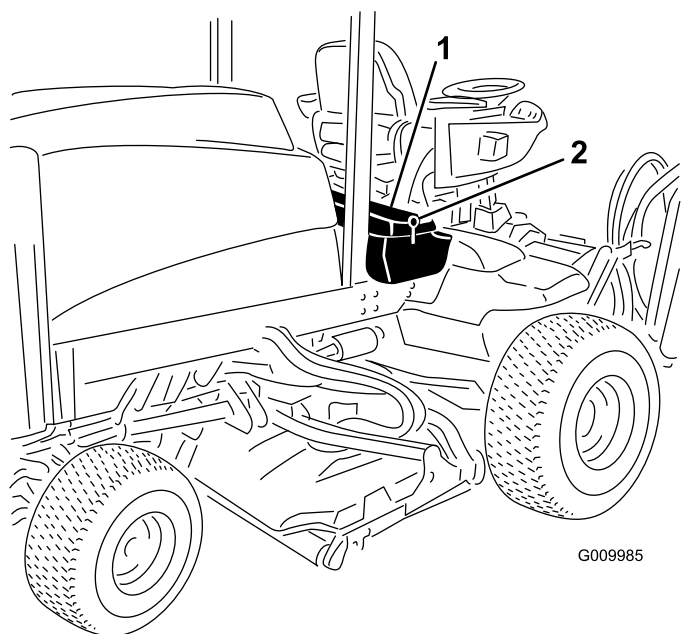
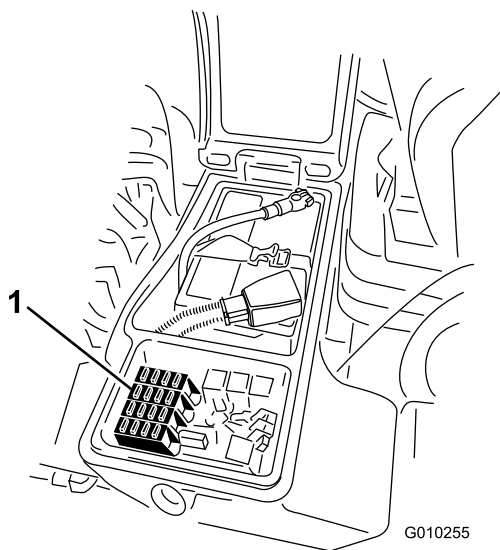

図 61
図 62
1. 右側の物入れのカバーのラッチを外してベルトカバーを外し 図 61、ヒューズブロックを露出させる 図 62。
2. 必要に応じてヒューズを交換する図 62。
3. 右側の物入れのカバーを閉じてラッチで固定する図 61。